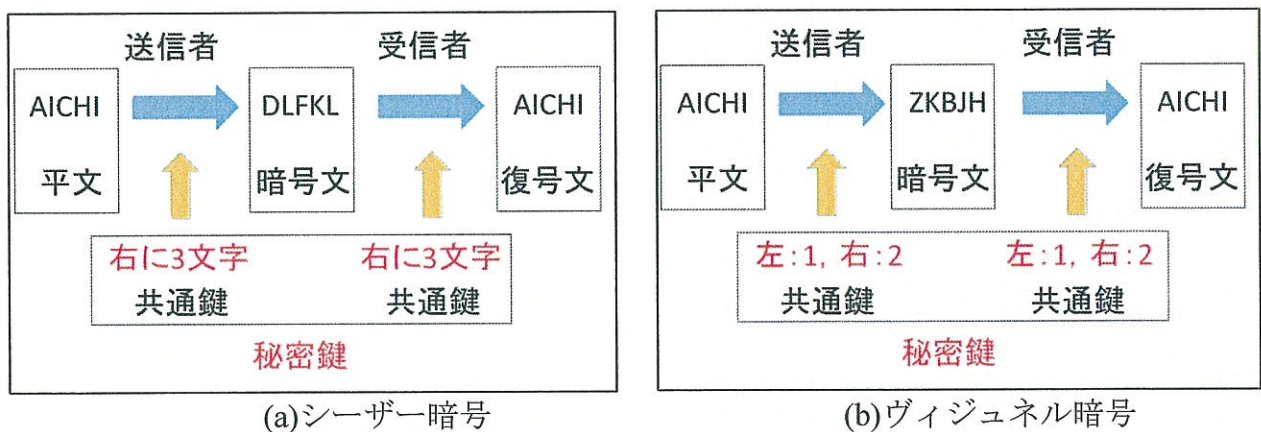

図 6.7 秘密鍵暗号方式のアルゴリズム
(4) 課題 3 : decode(char *num, char *sign, char *encode_text, char *decode_text) 関数
- シーザー暗号は、秘密鍵暗号方式の一つで、図 6.7(a)に示すような一つの鍵を用いたアルゴリズムです。暗号時に使う鍵と、復号時に使う鍵は同じ共通鍵を使用します。図 6.7(b)はシーザー暗号を強固にした方式で、平文に対して一文字ずつ鍵を変えるヴィジュネル暗号です。平文が鍵より長い場合は、鍵を繰り返して使用します。